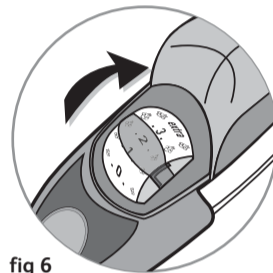

fig 6
- Mettez la commande vapeur (fig 6) sur la position souhaitée, en vous reportant au tableau ci-dessous.